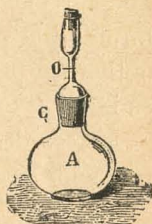

Fig. 34.—Frasco de densidad.
*Método del frasco.*— 1.º El cuerpo está colocado en uno de los platillos de una balanza junto al frasco  $A$  (fig. 34) lleno de agua hasta el punto de referencia  $O$  en el tapón de vidrio esmerilado  $C$ . Se lo equilibra con tara y luego se saca el cuerpo reemplazán-